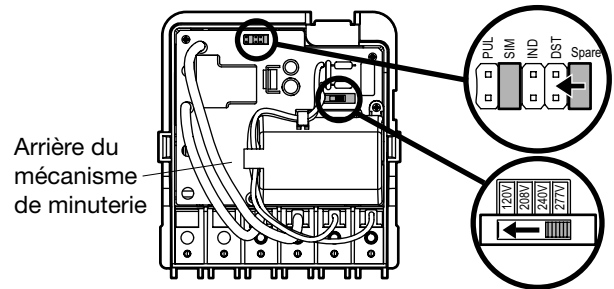

FIG. 2 Réglage de la tension et désactivation de l'heure d'été
**Pour utiliser la minuterie à une tension de 120, 208 ou 240 V CA, déplacez le commutateur de sélection vers le réglage désiré, tel qu'indiqué sur la carte de circuit imprimé.** Voir la FIG. 2.
3. La minuterie fournie est réglée sur DST (heure d'été). Pour désactiver l'heure d'été, déplacez le cavalier de Spare à DST (heure d'été). Voir la FIG. 2.